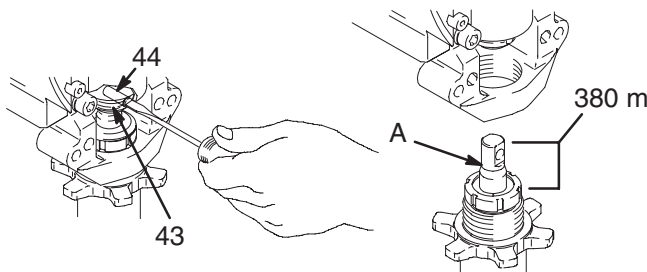

Fig. 10
4. Fig. 10. La pumpen gå i JOG-modus helt til pumpepinnen (44) står i en slik stilling at den kan tas ut. Slå AV på/av-bryteren og ta el-kabelen ut av stikkontakten. Press låseringen (43) opp og press pinnen ut.
1. Fig. 10. Trekk pumpens stempelstang ut ca. 380 mm. Smør fett øverst på stempelstangen ved punkt (A) eller på innsiden av veivstangen.